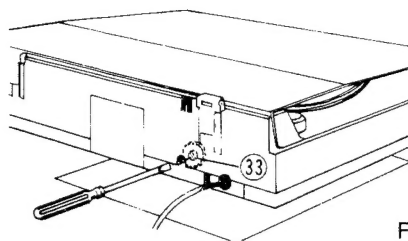

Figure 5
- 2-1 If the tonearm is above or on the turntable, turn the Pulley (33) counterclockwise through the hole referring to Fig. 5 with the slotted-head screwdriver (width 2.5~4 mm) until tonearm moves to its rest position.
- 2-4. Move the tonearm to the position where the Cover (10) was mounted, turning the Pulley (33) clockwise (Fig. 5).
NOTE: If the tonearm does not move by turning the Pulley (33) (Fig. 5), an additional force by finger should be added to the bended part of tonearm in the desired direction.
- 2-1. トーンアームがターンテーブル上にある場合は、マイナスドライバーでプーリー(33)を反時計方向に回してトーンアームをアームレストまで移動させる。(図5)
- 2-4. プーリー(33)を時計方向に回し(図5)、トーンアームをカバー(10)をはずした位置まで移動させる。